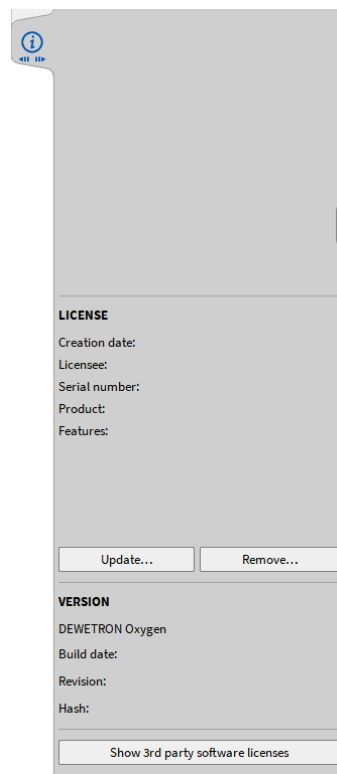

Abb. 2.9: Systeminformationsmenü
**Bemerkung:** Eine Lizenz für OXYGEN 6.x ist nicht für OXYGEN 7.x gültig. Nachdem eine Lizenz installiert wurde kann die Lizenzinformation im Systeminformations-Menü gefunden werden (siehe Abb. 2.9).